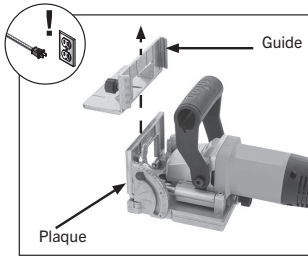

Fig. 19. Guide retiré de la plaque
2. Desserrez la molette de verrouillage du guide, puis faites glisser le guide vers le haut pour l'enlever de la plaque (voir la figure 19).